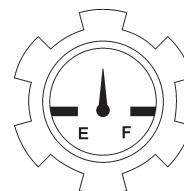

Figura 9. Medidor de la tapa de combustible
1. Compruebe el indicador de combustible (Figura 9) integrado en la tapa del tanque de combustible para determinar si el nivel de combustible del motor de la bomba es bajo.